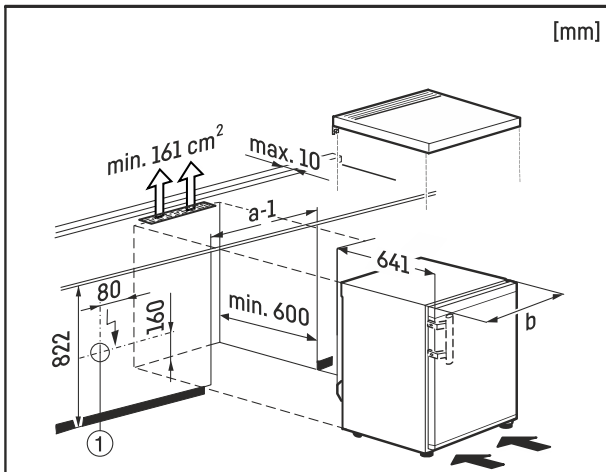

Fig. 8
Die Steckdose Fig. 8 (1) muss dabei außerhalb der Geräte-rückseite liegen und leicht zugänglich sein.